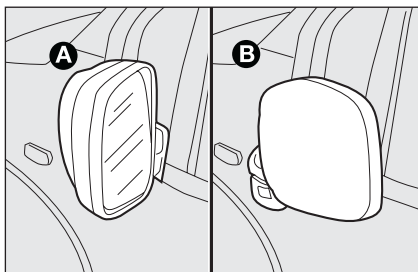

fig. 30
Cuando sea necesario (por ejemplo cuando el tamaño del espejo crea dificultades en un paso angosto) se pueden plegar los espejos desplazándolos desde la posición **A-fig. 30** a la posición **B**.
*Durante la marcha los espejos deben estar siempre en posición **A-fig. 30**.*